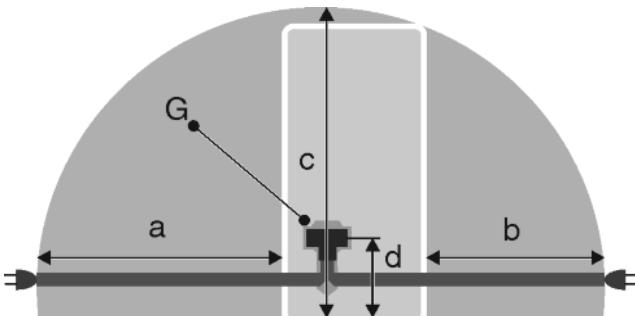

Fig. 51
- Zásuvka leží mimo oblast zadní stěny spotřebiče v dané oblasti Fig. 51 (a, b, c).
- Zástrčku spotřebiče Fig. 51 (G) zastrčte na zadní straně spotřebiče. Dávejte pozor na správné zaklesnutí.